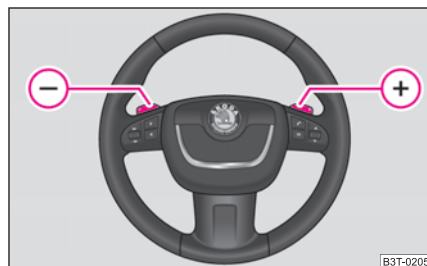

Fig. 136 Volante multifunción: cambio manual
- Pulse la tecla basculante derecha (+) ⇒ fig. 136 hacia el volante multifunción.
- Pulse la tecla basculante izquierda (-) ⇒ fig. 136 hacia el volante multifunción.